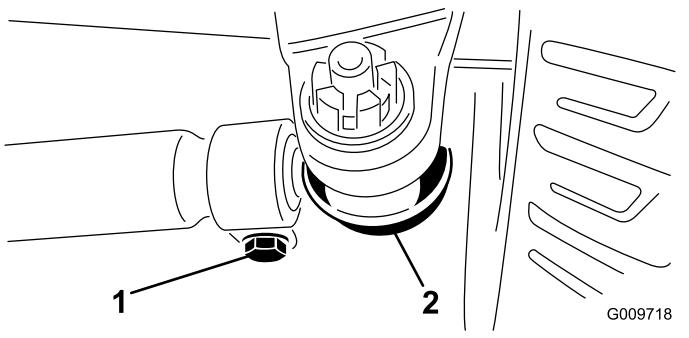

图 71
3. 要进行调节应从任一横拉杆球窝接头卸除开口销和螺母(图71)。从轴箱支架中拆除横拉杆球窝接头。
4. 拧松横拉杆两端的夹具(图71)。